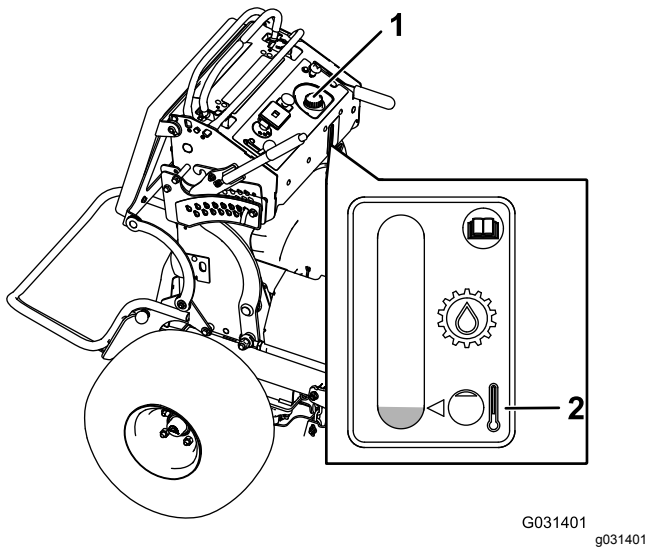

Figura 70
3. Limpie alrededor del cuello de llenado y el tapón del depósito de aceite hidráulico (Figura 70).
4. Retire el tapón del cuello de llenado (Figura 70).